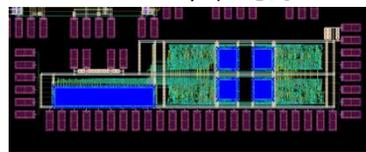

図2 最近の注目システムその1 メモリ・論理共役回路
- 最近の注目システム その1 メモリ・論理共役回路 (図2) 人間の脳のニューロンと同様、回路そのものが論理であり、メモリであるダイナミックコンフィギュレーションの究極を行く回路